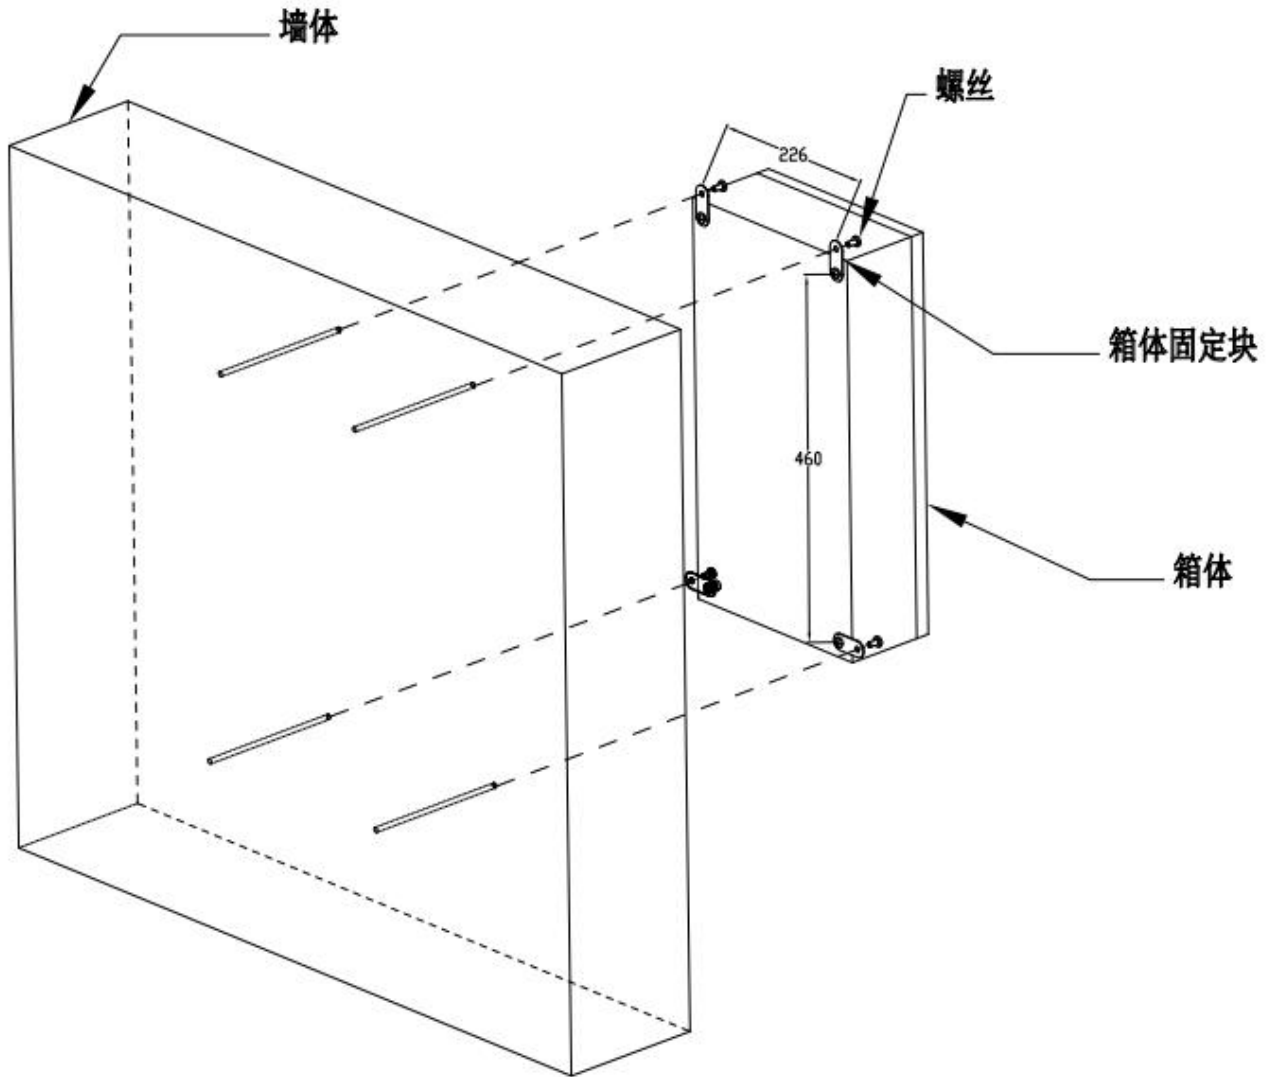

图 4 安装示意图
1) 产品的理想安装高度为离地面 1.5M 处，在离地面 1.5M 处按图 4 所示在墙面打孔，并将分配电装置固定。